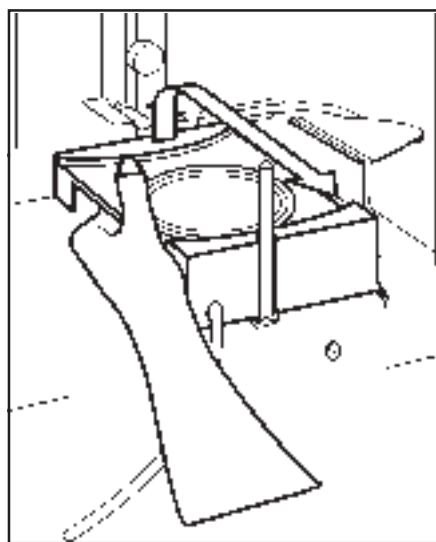

Abb.13: Demontieren des Siebgehäuses
7. Ziehen Sie das Siebgehäuse an der Vorderseite nach oben aus dem Gerät (siehe Abb. 13).